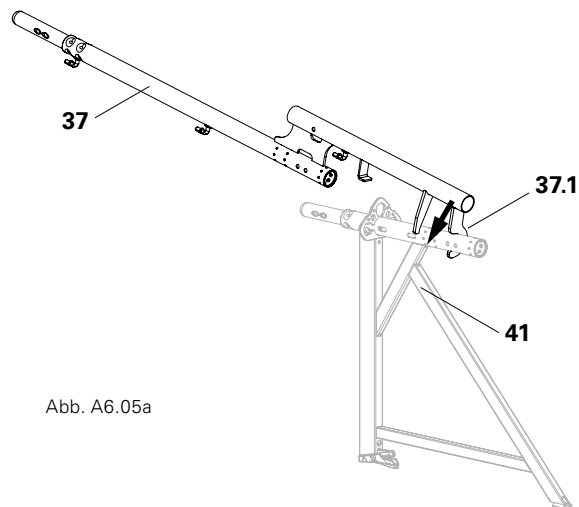

Abb. A6.05a
1. Schutzwandpfosten EPS-2 schräg drehen und Gabel (**37.1**) am unteren Rohrende der Konsole (**41**) einhaken. (Abb. A6.05a)